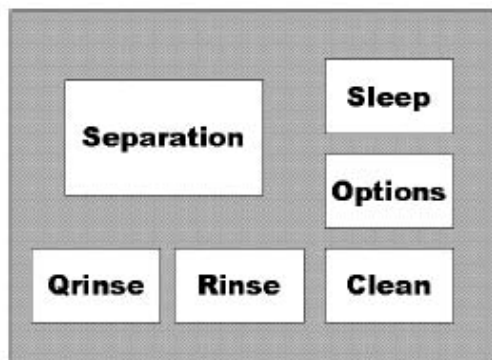
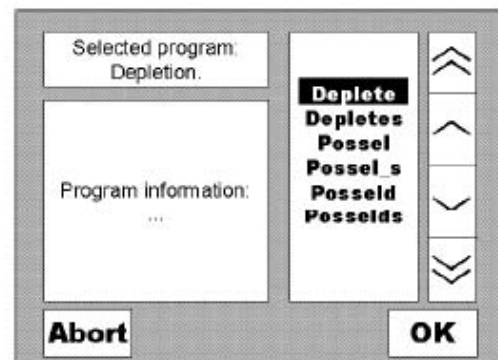

Fig.1 Main menu.
Fig.2 Separation menu.
- En la pantalla aparecerá un menú principal (Fig 1). Seleccionar el proceso a realizar tocando en la pantalla. Si es la primera separación del día, hay que seleccionar para hacer un **CLEAN**. El AutoMACS llenará primero el circuito (tubos, columnas y puertos) de etanol, después lo llenará con Rinsing Solution (PBS 2mM EDTA) y después lo dejará todo en Running Buffer listo para la separación. Todo este proceso tardará más o menos 5 minutos.
- Una vez realizado este proceso, seleccionar **SEPARATION**, del menú principal (fig1), y se abre otro menú, donde hay que seleccionar el tipo de separación a realizar (fig2). Pulsar donde pone **OK**, y la separación empieza.
- La fracción positiva de células (aquella que ha sido marcada con las “beads”) saldrá por el puerto **pos1** o **pos2** dependiendo del tipo de separación que se haya seleccionado. El AutoMACS te lo indicará. La fracción negativa (células sin “beads”) siempre saldrá por el puerto **neg**.
- Cuando la separación ha terminado aparece en la pantalla el menú principal (fig1).